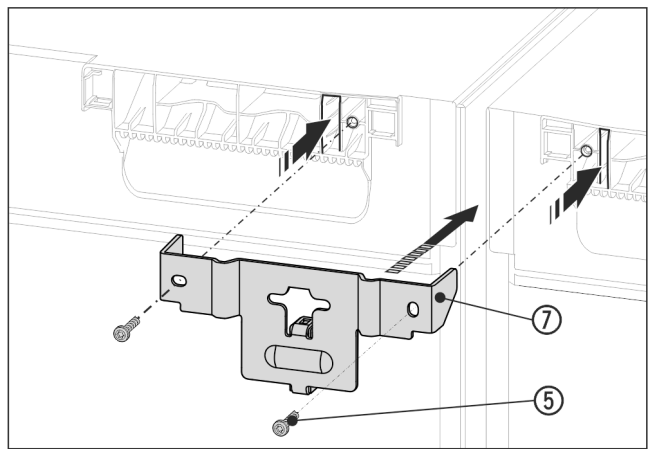

Fig. 15 Rezentare exemplificativă
- ▶ Împingeți vinul Fig. 15 (7) cu piesa de distanțare între aparate și împingeți-l cu lamelele în planșeul aparatului. Strângeți ferm cu 2 șuruburi Fig. 15 (5).